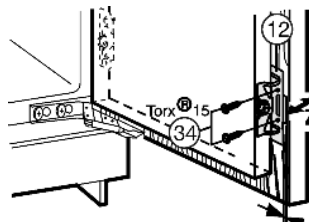

Fig. 22
- ▶ Apparats dørskrues *Fig. 22 (34)* fast med skruer gennem montagevinklen *Fig. 22 (12)* på apparats dør.